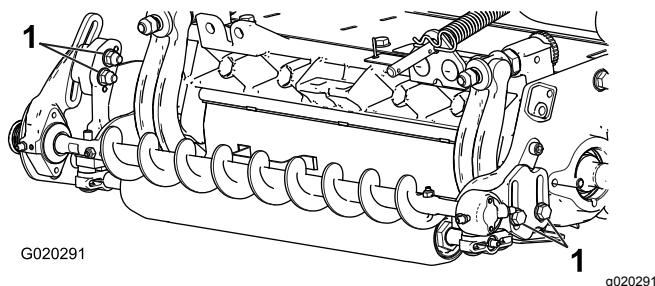

Figure 17
27. Desserrez les 2 boulons qui fixent chaque logement de roulement de la brosse de rouleau au support de montage de la brosse de rouleau (Figure 17).